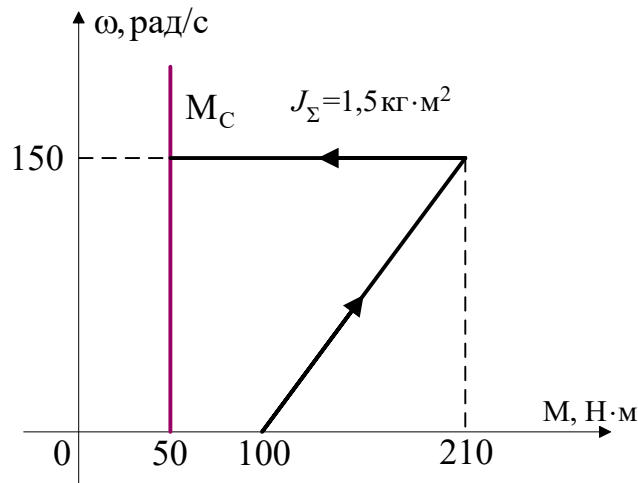

Рис. 4.1. Переходной процесс в осях механической характеристики
1. Оцените время пуска по механической характеристике на рис. 4.1.